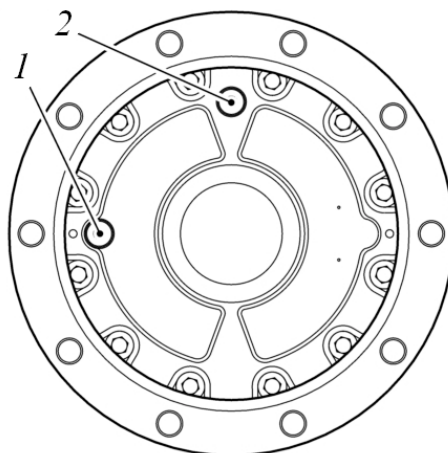

Рисунок 5.47. Процедура проверки уровня масла в бортовом редукторе
- ▶ Двигая машину назад и вперед, установить редуктор в позицию, когда одно из двух отверстий находится горизонтально справа или слева от центра редуктора, см. рис. 5.47.
- ▶ Очистить поверхность редуктора в местах расположения пробок для контроля и заливки масла от загрязнений (для исключения попадания грязи во внутреннюю полость редуктора), рис. 5.47.
- ▶ Отвернуть пробку отверстия для контроля масла 1, рис. 5.47.
- ▶ Вынуть пробки отверстий 1 и 2, рис. 5.47.
- ▶ Через наливное отверстие 2, рис. 5.47, заправить в редуктор свежее масло. Заправку производить до момента пока из контрольного отверстия 1, рис. 5.47, не начнет вытекать масло.
- ▶ Замыть (зачистить) следы подтеков масла из отверстий, рис. 5.47, легкоиспаряющейся жидкостью или чистой ветошью.